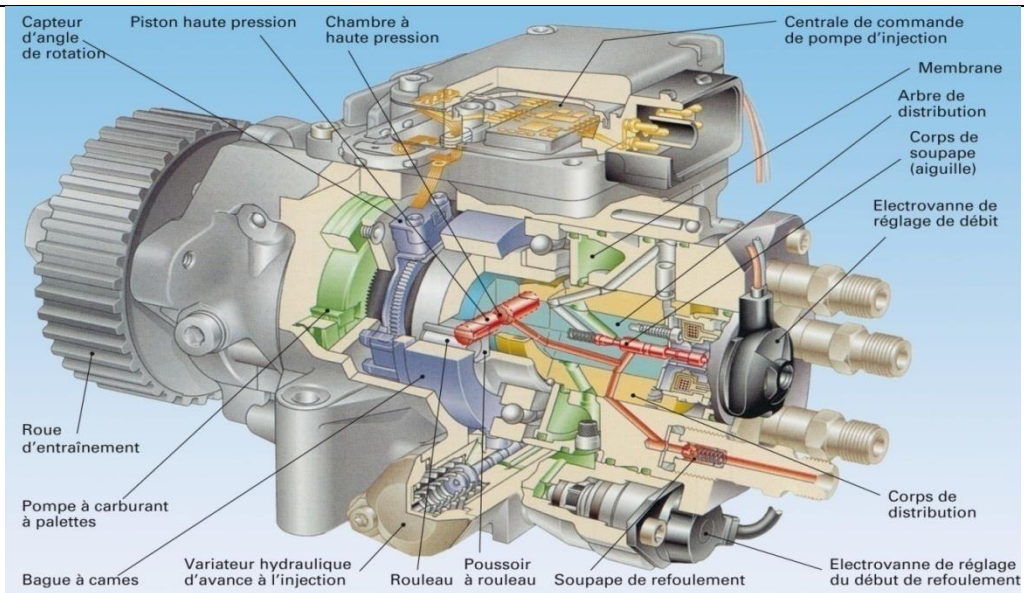

Fig. 22: Pompe d'injection distributrice à pistons radiaux (VP44)
- **capteur semi-différentiel de position (Fig. 22).**
C'est une pompe d'injection à régulation électronique (EDC) dont le bloc de commande est intégré au carter. Elle atteint des pressions d'injection pouvant aller jusqu'à 1900 bar et peut être montée dans n'importe quelle position (Fig. 22:).